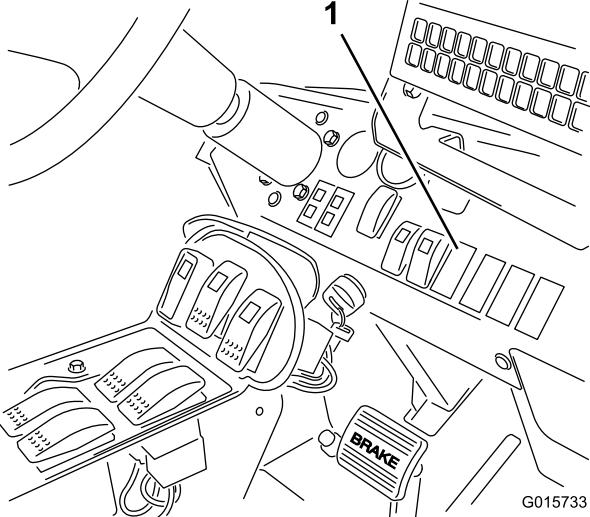

Figure 21
- Retirez le cache à l'emplacement du commutateur sur le tableau de bord, illustré à la Figure 21.